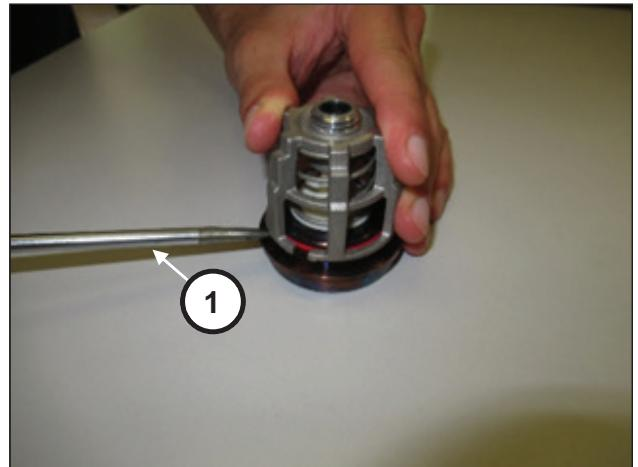

Fig. 108
Smontare i gruppi valvola di aspirazione e mandata facendo leva con semplici attrezzi (pos. ①, Fig. 108).